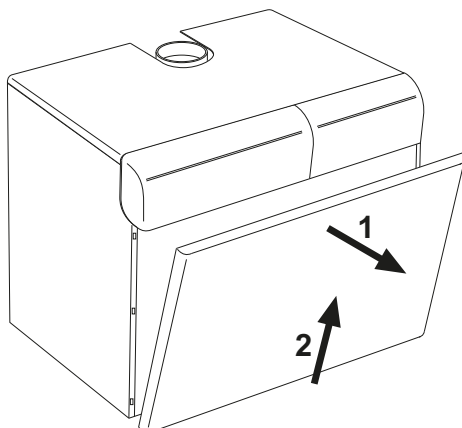

fig. 5 - Apertura del panel frontal
Para abrir el panel frontal de la caldera, ver la secuencia indicada en la fig. 5.
- Quitar el panel frontal de la caldera (fig. 5).